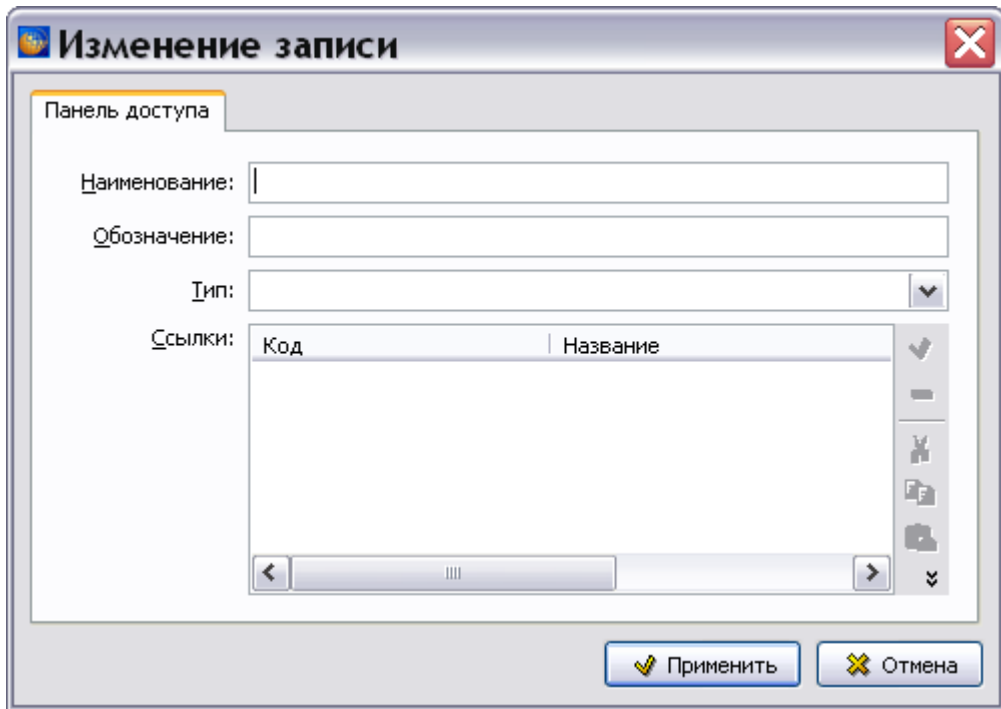

Рисунок 365
8) Для указания панели доступа включите радиокнопку **Панель доступа**. В окне **Изменение записи** введите данные и нажмите на кнопку **Применить** (рисунок 365).